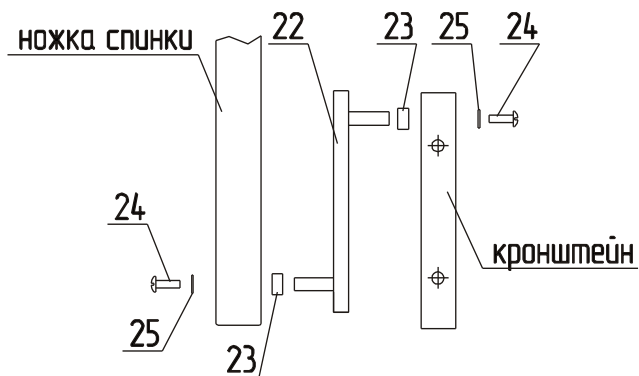

Рис.3
Скомплектовать подвески (рис. 3). Подвески(22), на которых в средней части планок, имеется отверстие, и кронштейны(19) и(20) расположить со стороны выдвижного ящика и подвижного ограждения. Выступающий конец оси подвески через втулку(23) вставить в отверстие в верхней части кронштейна(18), (19), (20) и закрепить на винт(24) через шайбу(25). Выступающий второй конец оси подвески(22) установить на ножки спинок(1) и (2), вставив выступающий конец оси подвески через втулку(23) в отверстие в нижней части ножки спинки и закрепить винтом(24) через шайбу(25). Кровать с подвесками,(22) и с кронштейнами (18), (19), (20) навесить на основание (6) для этого:
- а) вставить гайки стяжные сквозные(30) в отверстия боковин(7) с внутренней стороны основания (6).
- б) закрепить кронштейны(18), (19) и (20) к боковинам(7) основания(6) на винт(47) и гайку стяжную сквозную(30).